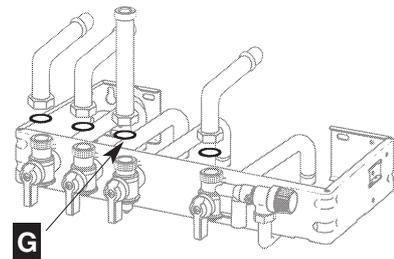

Fig.11
- mettre en place les différents joints, **G (caoutchouc)** sur le gaz et serrer les raccords des tubes de liaison en commençant par le tube gaz (fig. 11)